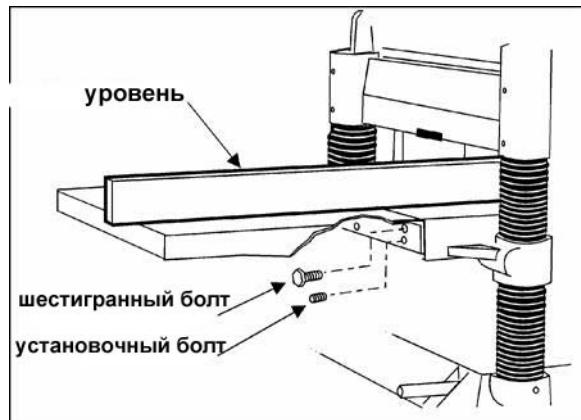

Рис. 9
- При помощи трёх шестиграных болтов M8x25 (Рис. 9) и гаечного ключа 12 мм прикрепите удлинение стола к основному столу. Не затягивайте болты до конца.